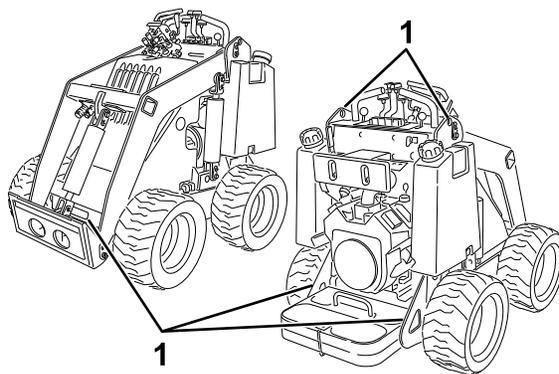

Рисунок 13
8. Используя металлические скобы для фиксации на машине, надежно прикрепите машину к прицепу или грузовику с помощью стропов, цепей, троса или веревок (Рисунок 13). Изучите местные нормативные документы по требованиям к креплению оборудования.
Вы можете поднять машину, используя в качестве такелажных точек скобы для фиксации/подъема; см. Рисунок 13.